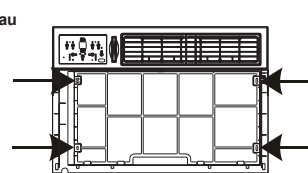

Figure 2
- Localisez les quatre vis avant et retirez-les. Ces vis seront nécessaires pour réinstaller le panneau avant (voir Figure 2).